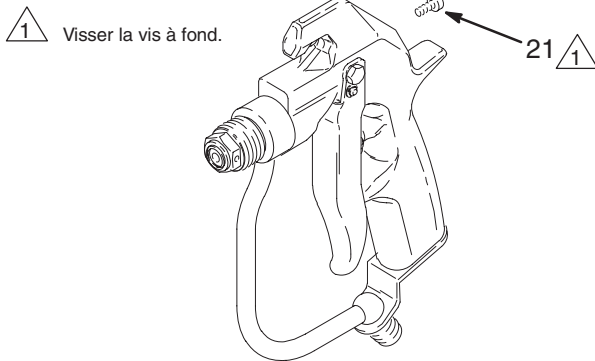

Fig. 21
9. Si elle a été retirée, monter la vis de tension du ressort (21) placée à l'arrière du pistolet. Visser la vis à fond. Voir Fig. 21.